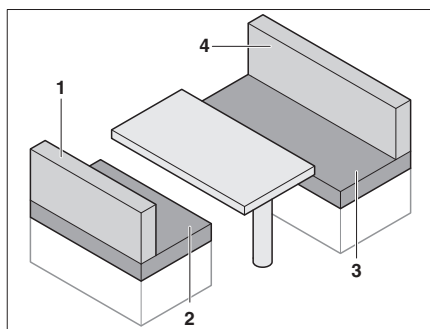

Bild 74 Före ombyggnaden
- Tag bort ryggdynorna (Bild 74,1 och 4).